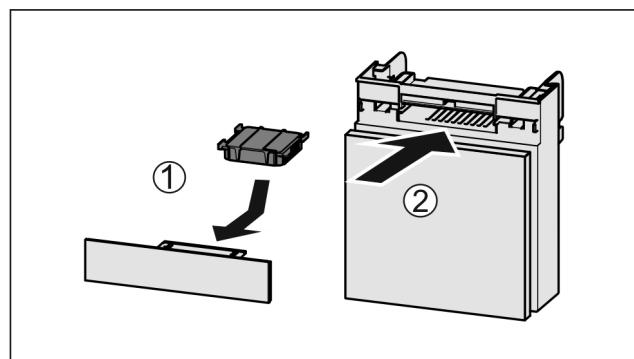

Fig. 138
- Aktivni ogleni filter vstavite Fig. 138 (1) skladno s prikazom na sliki.
► Predal potisnite noter Fig. 138 (2).